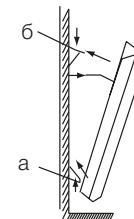

Рис. 5
- Закрепите прибор на кронштейне необходимо следующим образом (рис.5):